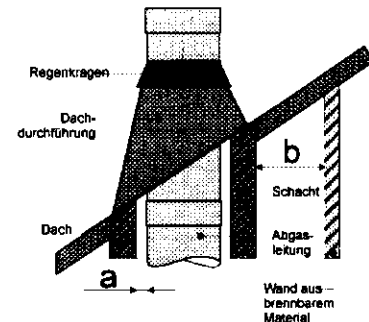

Bild 4
- der Wärmedurchlasswiderstand des Schachtes mindestens 0,12 m² K/W beträgt und von den Außenflächen des Schachtes zu Bauteilen aus oder mit brennbaren Baustoffen ein Abstand von mindestens 5 cm eingehalten wird (siehe Bild 4 und Tab 4).
(siehe Bild 4)
Der Abstand zu brennbaren Bauteilen ist gemäß 5.2.1 einzuhalten. Die Dach- und Deckenführung ist im Bild 4 und 5 dargestellt.